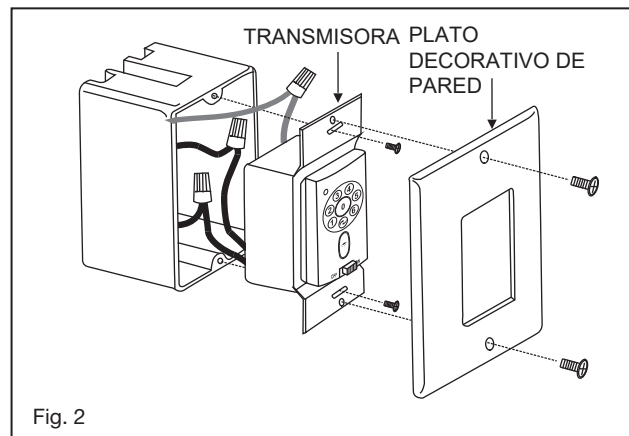

Fig. 2
- 4 Retire uno de los tres tornillos de la placa de montaje ubicada en el motor del ventilador. Afloje los otros 2 tornillos. (No quitar) (Fig. 2)
- 5 Mientras sostiene el ensamblaje del LED debajo de su ventilador, realice las conexiones del enchufe polarizado: (Fig. 2)
- 7** Luz de señalización (Fig. 2)